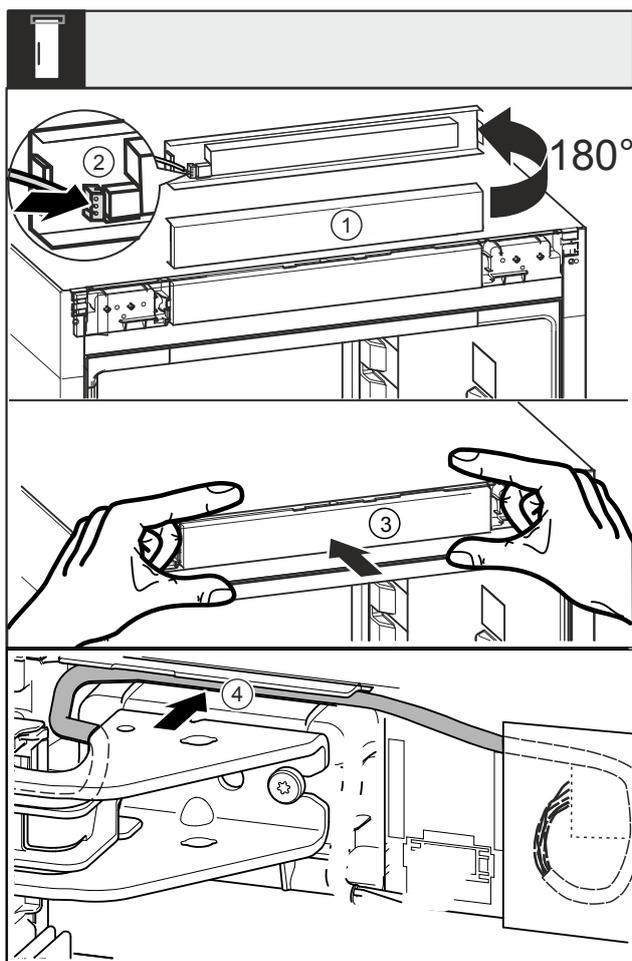

Fig. 46
- ▶ Ruotare la maschera Fig. 46 (1) di 180° verso l'alto.
- ▶ Innestare la spina Fig. 46 (2) nella maschera dell'elemento di comando.
- ▶ Innestare di nuovo la maschera Fig. 46 (3) sull'apparecchio.
- ▶ Posare con cautela il cavo nella guida Fig. 46 (4) sopra il blocco di supporto superiore.